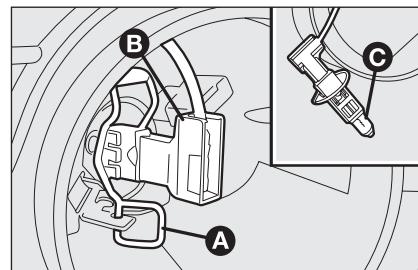

fig. 23
- ☐ desenganche el tenacilla de fijación de la lámpara **A**-fig. 23;